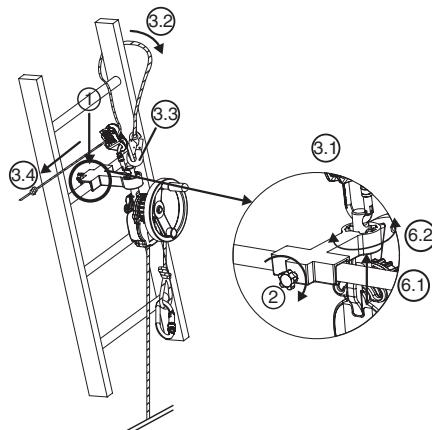

Fig. 7
#### 6.3.3. Appareil derope™ UP K (Fig. 7)
1. Mettre en place la petite console d'appui sur le barreau de l'échelle à la position requise pour réaliser l'opération de sauvetage, au dessus de la personne à évacuer (Fig. 7, 1).
2. Serrer l'axe de blocage se trouvant à l'arrière de la console d'appui à l'aide du bouton de serrage (Fig. 7, 2).
- Fixer le connecteur du dispositif de réglage LCM 05 dans le trou du haut de l'axe de d'accrochage (Fig. 7, 3.1).
- Passer la longe d'assurance autour du barreau de l'échelle situé au dessus de la console en contournant l'un des montants de l'échelle (Fig. 7, 3.2).
- Connecter le connecteur de la longe d'assurance dans le connecteur du dispositif de réglage LCM 05 (Fig. 7, 3.3).
- Tendre la longe d'assurance en tirant sur le brin libre (Fig. 7, 3.4).
6. Orienter l'appareil derope™ selon le besoin en modifiant la position de l'axe d'accrochage dans le dispositif d'indexage (Fig. 7, 6.1 – 6.2).